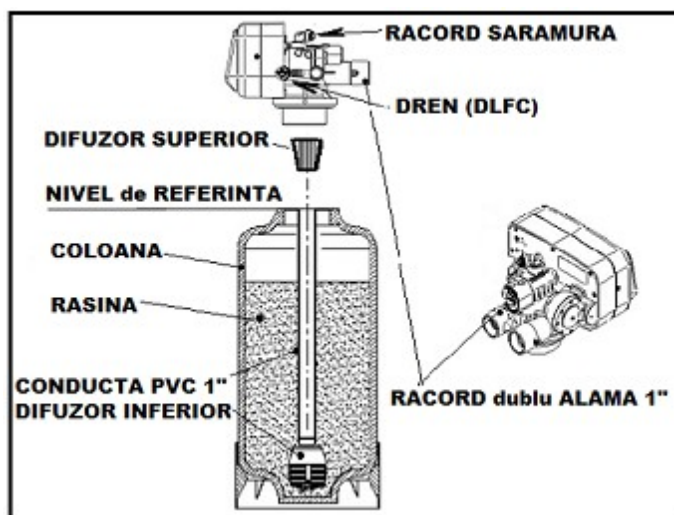

Fig. 16
- Se verifica **Teava PVC** (conducta de distributie din coloana) & **Difuzorul inferior** ca sa fie curate si SE MENTINE ASTUPAT CAPUL CONDUCTEI de DISTRIBUTIE de pe nivelul de referinta (v.fig.16), pana in momentul montarii valvei, CU UN DOP care sa impiedica accesul impuritatilor (sau de rasina in momentul in care se incarca coloana) ;
- In caz de schimbare a rasinii, dupa introducerea conductei PVC in coloana si pozitionarea difuzorului in centrul de jos al coloanei verificati NIVELUL DE REFERINTA ca in fig.16 !!;